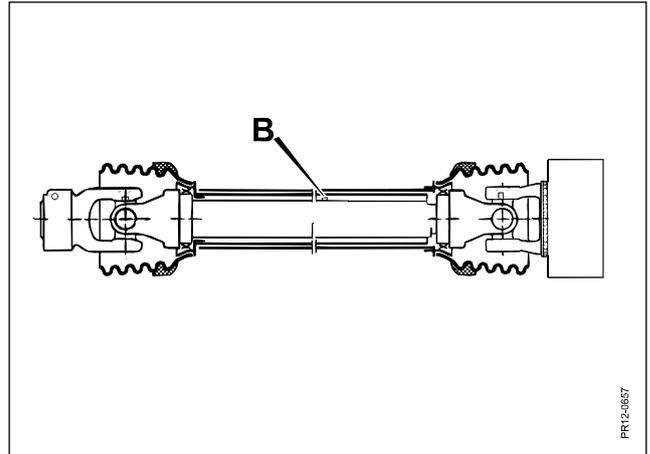

Fig. 4-2
**Fig. 4-2** Die Profilrohre in dieser Welle bewegen sich konstant im Verhältnis zu einander während der Arbeit. Deshalb ist die Maschine mit einer Spezialwelle ausgerüstet, wo die Rohre von außen geschmiert werden können, d.h. ohne die Welle zu trennen, mittels einem zentral angebrachten Schmiernippel **B**.